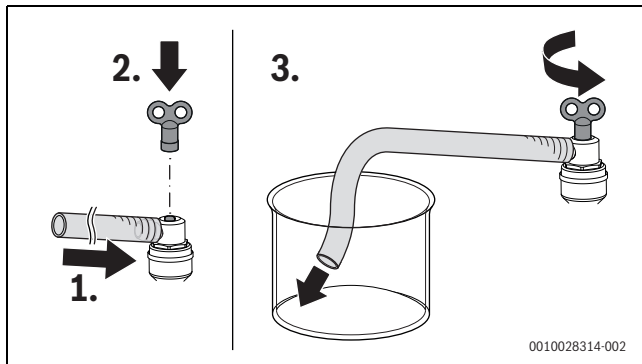

Bild 96 Warmwasserkreis und Heizkreis entlüften
- ▶ Entlüftungsventil so lange öffnen, bis Wasser austritt (→ Bild 96 und Bild 4, Seite 10).
- ▶ Schlauch in ein Gefäß (z. B. Flasche) leiten (→ Bild 96 und Bild 4, Seite 10).